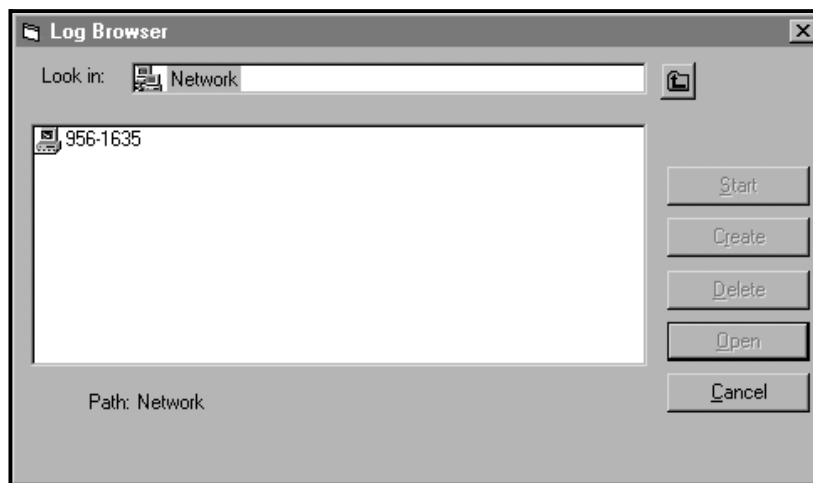

Figura 14: Selezione del computer
- Fare clic sull'opzione *Browser dei registri*. Viene visualizzata la finestra di dialogo mostrata nella Figura 14.